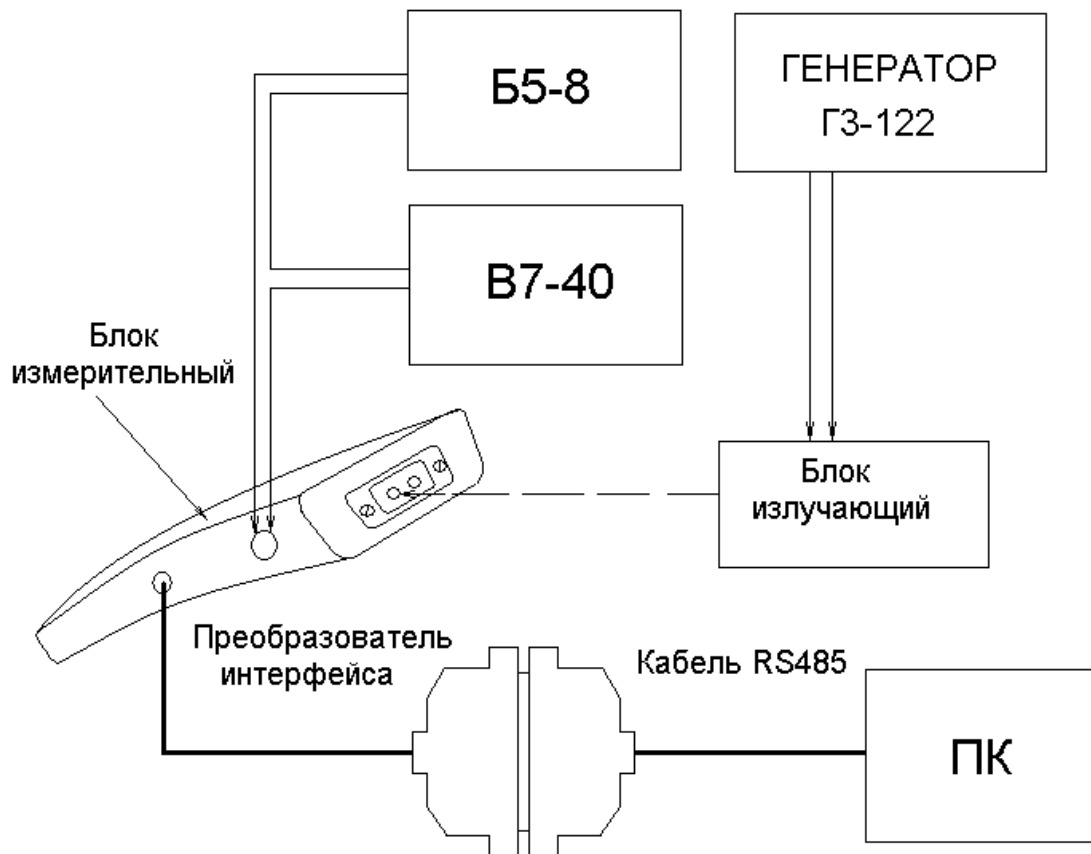
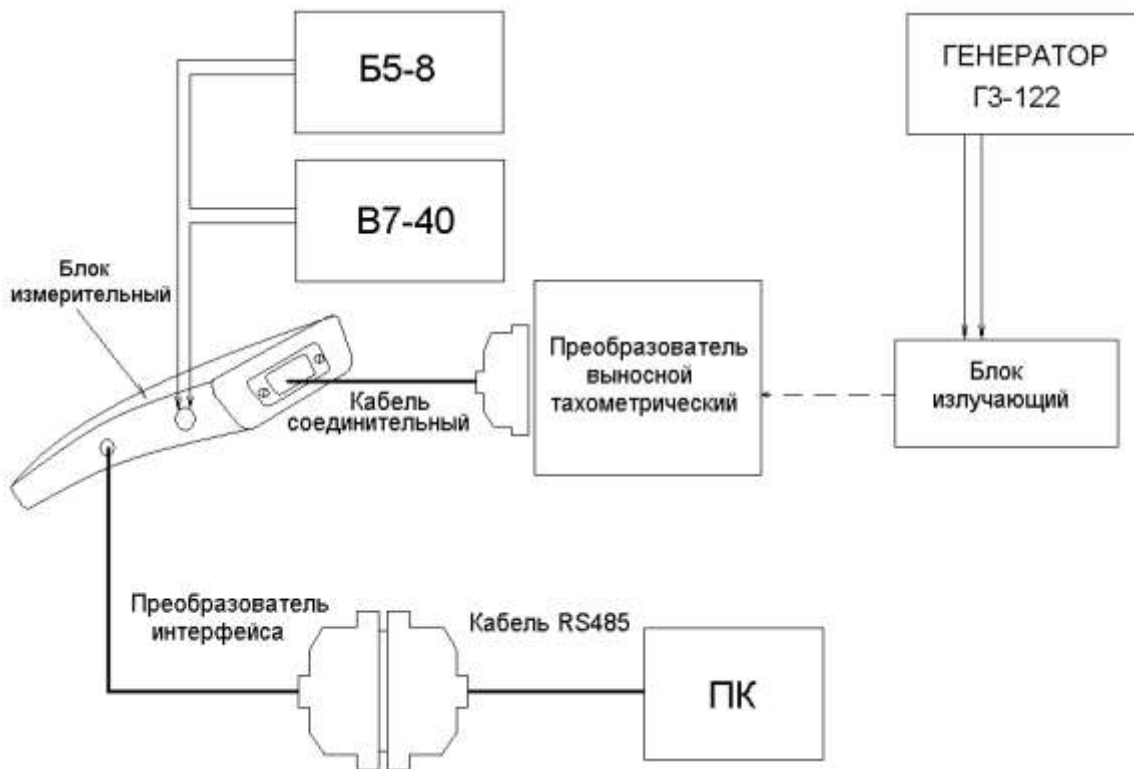

Рис. 38 Схема подключения для определения характеристик тахометра (ДО-03-01, ДО-03-02)
Рис. 39 Схема подключения для определения характеристик тахометра (ДО-03-03, ДО-03-04)
Блок-схема соединения аппаратуры при проведении поверки приведена на рис.38 и рис. 39.
6.6.2.2.3 Собрать схему, приведенную на рис.38 для тахометра ДО-03-02 и схему на рис.39 для тахометра ДО-03-04. Подготовить приборы к работе согласно их руководства по эксплуатации. Установить частоту генератора равной 50 Гц (3000 об/мин) и уровень сигнала 2 В. Установить светоизлучающие части блока излучающего и тахометра соосно на расстоянии 0,03 м от тахометра до появления синхронизации (устойчивое свечение индикатора синхронизации). Снять показания тахометра (об/мин), по истечении времени установления рабочего режима, зафиксировав максимальное отклонение показаний тахометра от заданного значения об/мин.
- Собрать схему, приведенную на рис.38 для тахометров ДО-03-01, ДО-03-02 и схему на рис.39 для тахометров ДО-03-03, ДО-02-04. Подготовить приборы к работе согласно их руководства по эксплуатации. Установить частоту генератора равной 50 Гц (3000 об/мин) и уровень сигнала 2 В. Установить светоизлучающие части блока измерительного и тахометра соосно на расстоянии 0,03 м от тахометра до появления синхронизации (устойчивое свечение индикатора синхронизации). Снять показания тахометра (об/мин), по истечении времени установления рабочего режима (см. табл.1), зафиксировав максимальное отклонение показаний тахометра от заданного значения об/мин.
- Собрать схему, приведенную на рис.38 для тахометров ДО-03-01, ДО-03-02 и схему на рис.39 для тахометров ДО-03-03, ДО-03-04. Подготовить приборы к работе согласно их руководства по эксплуатации.
Для проверки используется схема на рис.38 для тахометров ДО-03-01, ДО-03-02 и схема на рис.39 для тахометров ДО-03-03, ДО-03-04. Частота сигнала, подаваемого с генератора, равна 5000 Гц (300000 об/мин) и 0,005 Гц (0,3 об/мин).